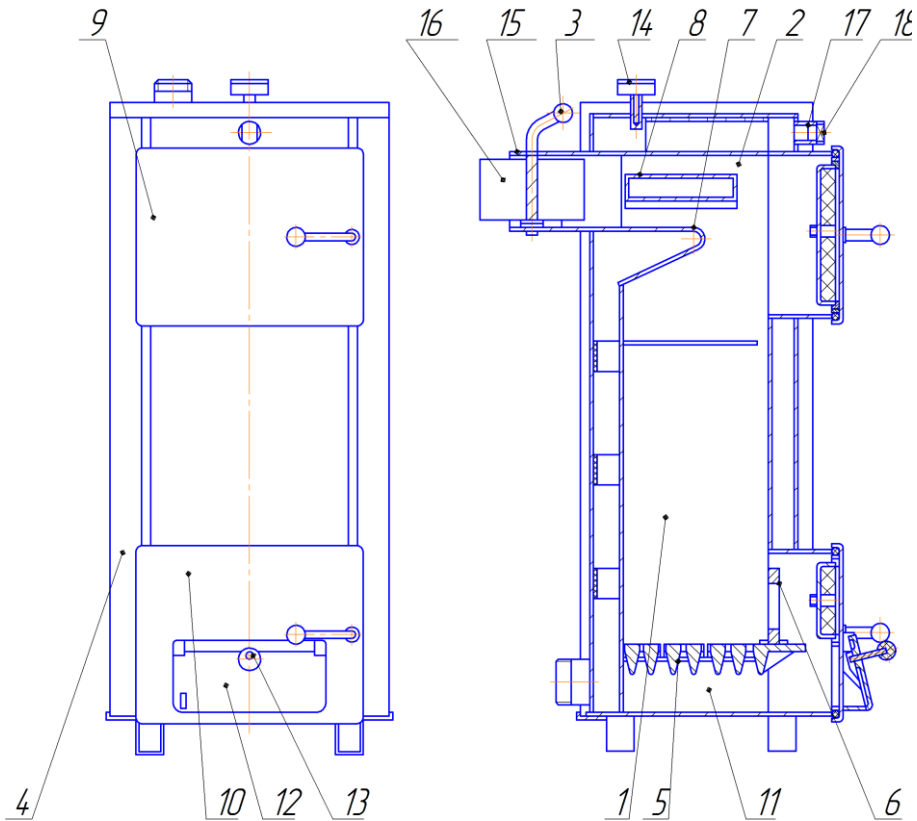

Рисунок 5.1 - Устройство котла для работы на твердом топливе.
5.1 Котёл отопительный водогрейный стальной (рисунок 5.1) представляет собой сварную конструкцию прямоугольной формы, состоящую из топки 1, конвективного газохода 2 и кожуха 4. В нижней части топки устанавливают колосники 5 с шуровочным щитком 6. Для более полного омывания поверхности нагрева продуктами сгорания задняя стенка топки в верхней части выполнена в виде теплопоглощающего козырька 7.
1) снимается нижняя дверца котла 10 и вынимаются из топки колосники 5 и шуровочный щиток 6 (см. рисунок 5.1);